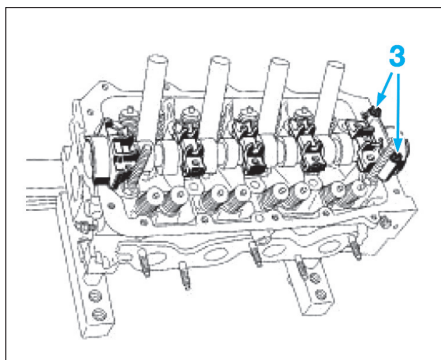

Fig. 42
- les vis de fixation (3) du chapeau de palier n°5 de l'arbre à cames (Fig.42),